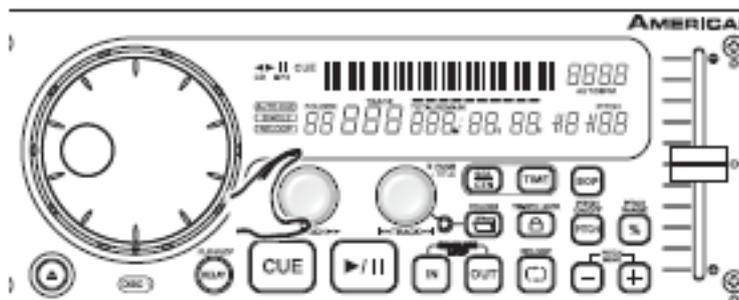

Figure 12
Cette fonctionnalité vous permet de faire défiler une à une les frames d'une piste, vous permettant de trouver et définir un point de départ de Cue ou de boucle. Pour utiliser la fonction de navigation, vous devez d'abord vous mettre en Mode Pause (voir section 5) ou Cue (voir section 8). Une fois que vous y êtes, tournez la *MOLETTE DE RECHERCHE* (4) pour faire défiler la piste (Figure 12). Tourner la molette dans le sens des aiguilles d'une montre fait avancer dans la recherche de frame et tourner la molette en sens inverse fait reculer dans la recherche de frame. Quand vous utilisez la *MOLETTE DE RECHERCHE* (4), la fonction contrôle (niveau du casque) vous permet d'écouter ce que vous faites défiler. Une fois atteint le point de départ de votre choix, vous pouvez définir un point de Cue (point de départ) en appuyant sur le bouton *LECTURE/PAUSE* (18) comme indiqué sur l'Image 10. Appuyer sur le *BOUTON CUE* (19) comme sur l'Image 11, va vous faire revenir au point que vous venez de définir.